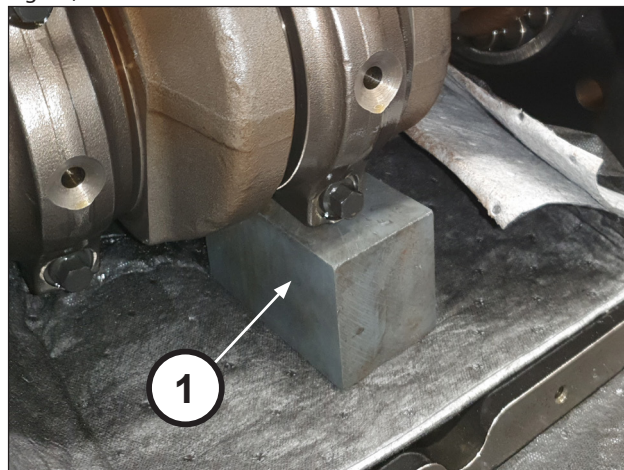

Fig. 21
Insira um calço sob a biela para evitar que o eixo gire (pos. ①, Fig. 21).